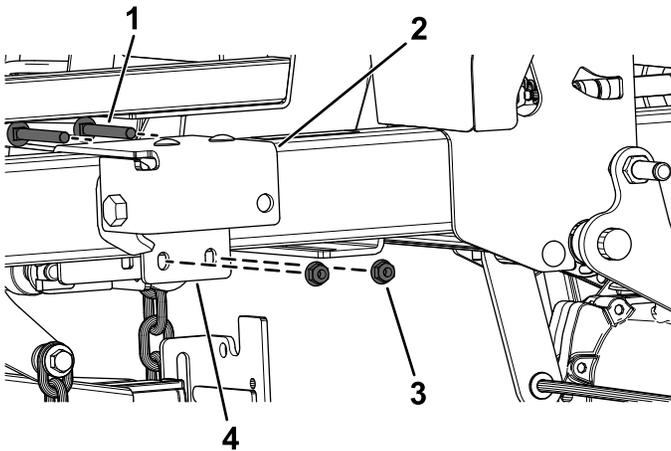

Figura 12
4. Sujete provisionalmente el soporte interior del actuador al soporte exterior del actuador con 2 pernos de cuello cuadrado (5/16" x 2 3/4") y 2 contratuercas (5/16"), como se muestra en la Figura 12.